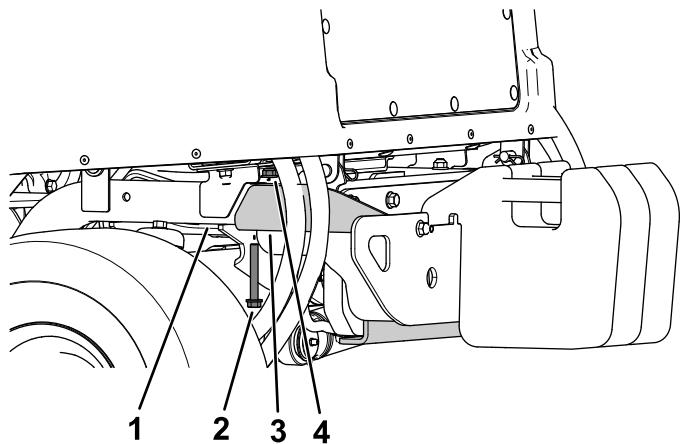

Figura 21
1. Retire el perno con arandela prensada ( $\frac{3}{8}'' \times 2\frac{3}{4}''$ ) y la tuerca con arandela prensada ( $\frac{3}{8}''$ ) que fijan el parachoques al bastidor de tubo trasero a cada lado del parachoques (Figura 21).